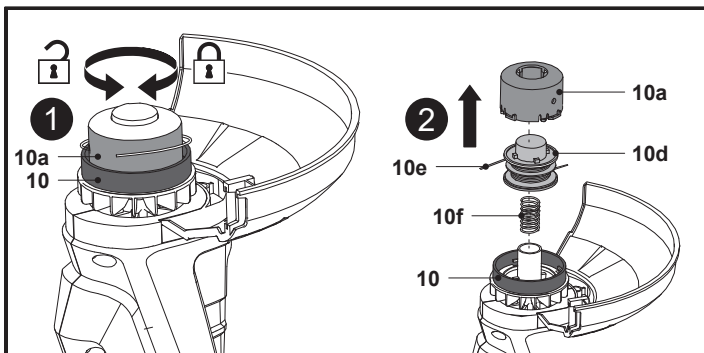

Fig. 14
1. Dé la vuelta al producto para acceder al cabezal de corte (10).
2. Sujete firmemente el cabezal de corte (10) con una mano y, a continuación, afloje el alojamiento (10a) en sentido contrario al de las agujas del reloj con la otra mano y retírelo (Fig. 14, paso 1).
3. Retire la bobina de corte (10d) y el muelle (10f) del cabezal de corte (10) (Fig. 14, paso 2).